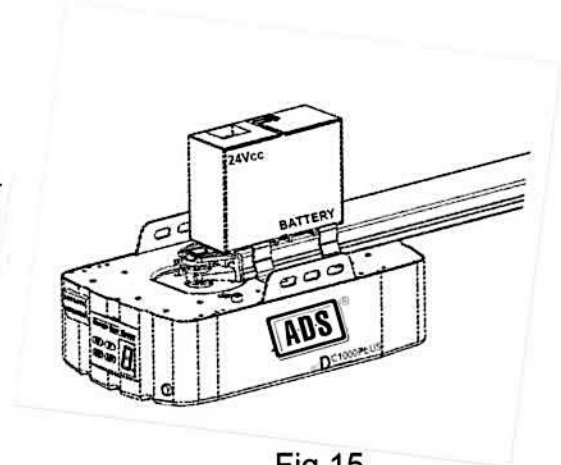

Fig.15
- 2.Conecte la Batería de Respaldo al Abrepuestas de Garage (Fig.15).